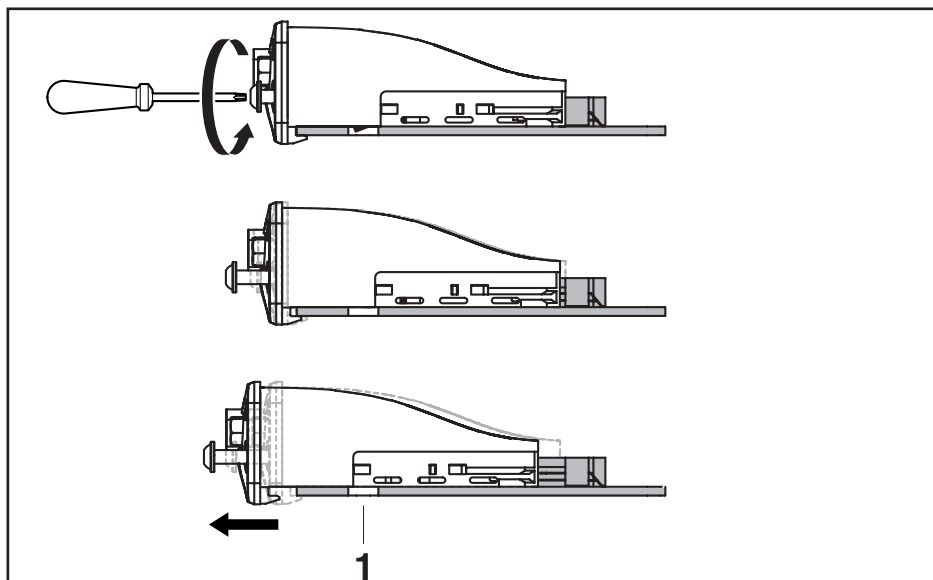

Fig. 4: Soltar el enclavamiento
2. Soltar los tornillos torx frontales. Una vez que se haya soltado por completo el enclavamiento (véase la fig. 4) se puede extraer el módulo de interfaz IMpdp.